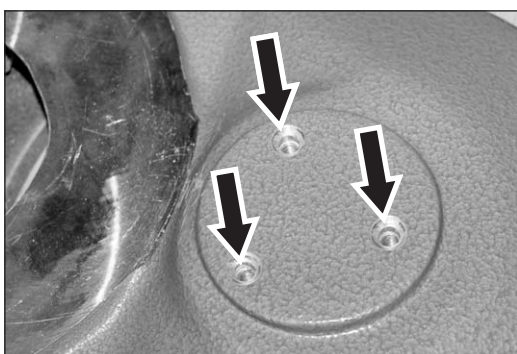

Abb. 52 Die Bohrungen im Vorsatz müssen zu den Gewinden des kompletten Schleiftellers fluchten!
- 2 Setzen Sie den kompletten Schleifteller mit Keilriemen in den Vorsatz ein (Abb. 51). Beachten Sie dabei, dass das Lochbild des kompletten Schleiftellers zum Lochbild des Vorsatzes fluchtet (Abb. 52)!